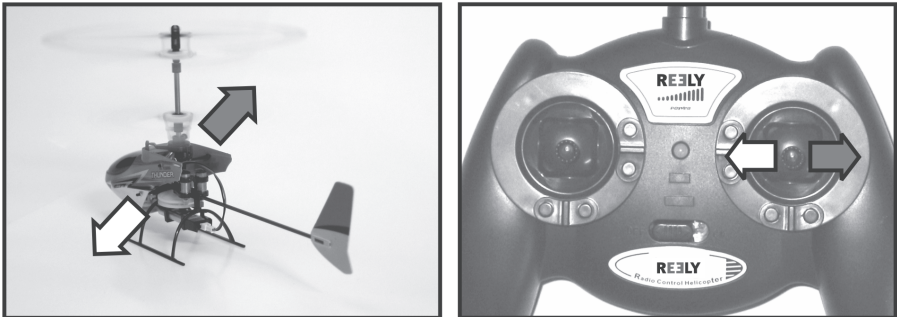

Figure 13
La fonction Roulis permet de déplacer latéralement le modèle réduit d'hélicoptère vers la droite et la gauche (voir figure 13). La commande s'effectue à l'aide du levier de commande de droite (voir également figure 1, pos. 3).